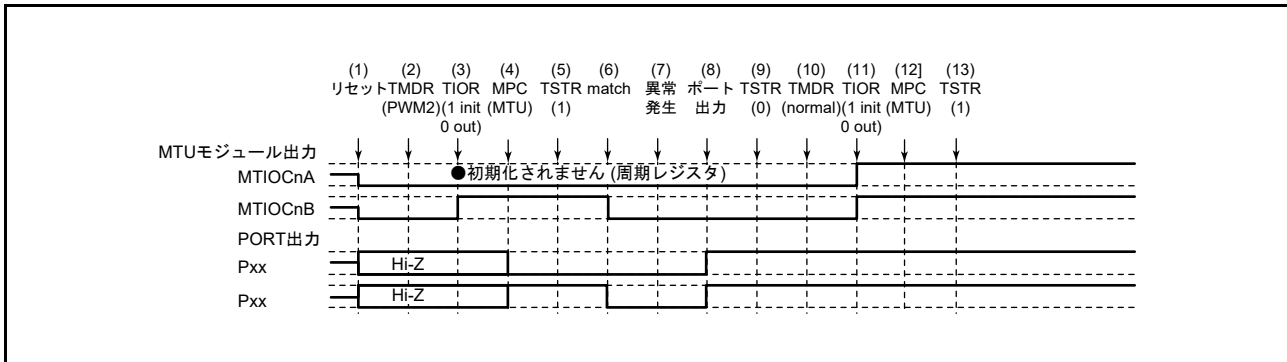

図 22.139 PWM モード 2 で異常が発生し、ノーマルモードで復帰する場合
PWM モード 2 で異常が発生し、再設定後ノーマルモードで再スタートする場合の説明図を図 22.139 に示します。
(1) ~ (9) は図 22.139 と共通です。
(10) PWM モード 1 を設定します。
(11) TIOR レジスタで端子を初期化してください。なお、PWM モード 1 では MTIOcNB (MTIOcND) 端子に波形が出力されません。出力すべきレベルがある場合は、I/O ポートのポート方向レジスタ (PDR)、ポート出力データレジスタ (PODR) で汎用出力ポートの設定をしてください。
(12) MPC と I/O ポートのポートモードレジスタ (PMR) で MTU 出力としてください。
(13) TSTR レジスタで再スタートします。
(1)～(9)は図 22.139 と共通です。
(10) PWM モード 2 で再スタートする場合には必要ありません。
(11) TIOR レジスタで端子を初期化してください。なお、PWM モード 2 では周期レジスタの端子に波形が出力されません。出力すべきレベルがある場合は、I/O ポートのポート方向レジスタ (PDR)、ポート出力データレジスタ (PODR) で汎用出力ポートの設定をしてください。
(10) 位相計数モードを設定します。
(11) TIOR レジスタで端子を初期化してください。